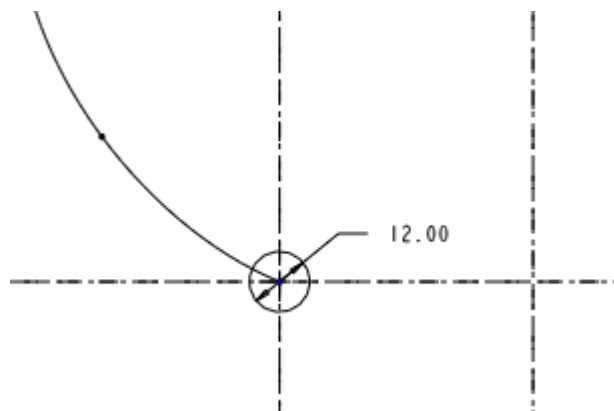

图 21-3
- (1) 在信息区显示的文本框中输入螺距值“6”，在起始中心绘制一直径为“12”的圆，如图 21-3 所示。